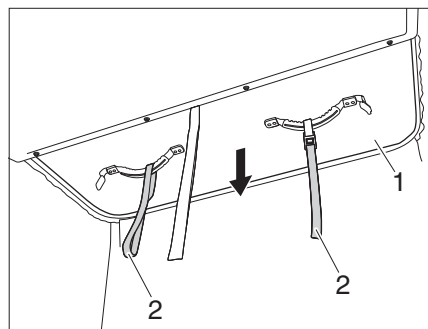

Figure 12 Tirer le toit relevable vers le bas
- Tirer **lentement** le toit relevable (Figure 12, 1) vers le bas sur les dispositifs de retrait (Figure 12, 2), en regardant vers l'arrière, et observer si le soufflet en tissu tombe correctement vers l'intérieur.